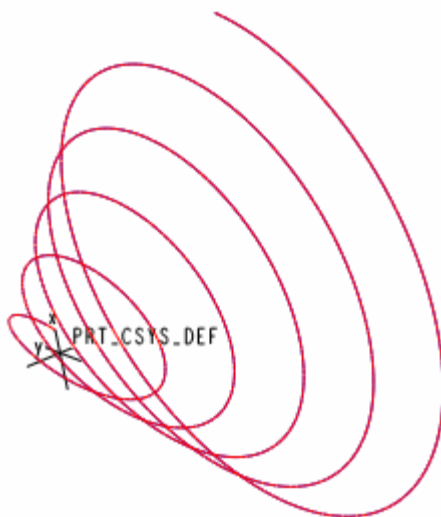

图 58-4
(5) 单击【曲线：从方程】对话框中的【确定】按钮，完成曲线的建立，如图 58-4 所示。